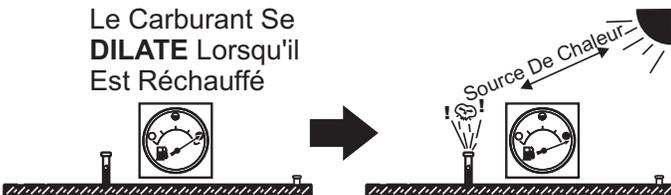

Figure 34. Expansion du Carburant
**NE FAITES PAS LE TROP-PLEIN** du système. Permettez au carburant de se répandre. Le carburant se répand lorsqu'il est chauffé (Figure 34).